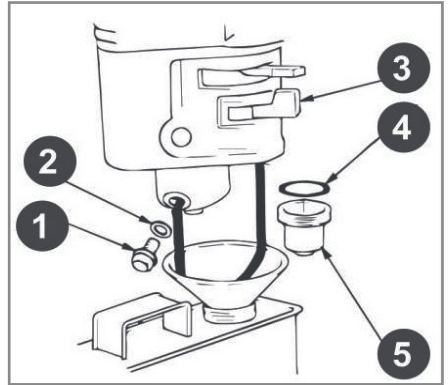

Рис. 16 Обслуживание фильтраотстойника
3. Открутите болт 1 сливного отверстия и слейте топливо из поплавковой камеры карбюратора (Рис. 16).
4. Открутите стакан отстойника 5, вылейте из него топливо в заранее подготовленную емкость (Рис. 16).